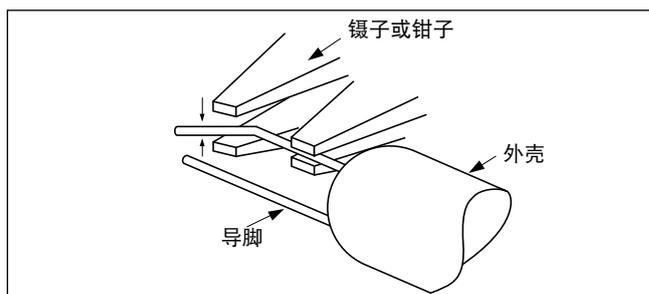

图4
- (2) 要修改弯曲的导脚时，要压住外壳基侧的导脚，且从上下方压住弯曲的部位，再进行修改(参阅图 4)。